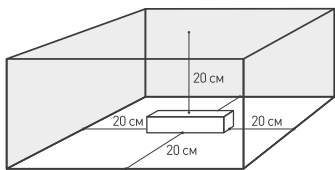

Рис. 1. Свободное пространство вокруг источника.
- 4.2. Для естественной вентиляции обеспечьте не менее 20 см свободного пространства вокруг источника питания, как изображено на Рис. 1. При невозможности обеспечить свободное пространство используйте принудительную вентиляцию.